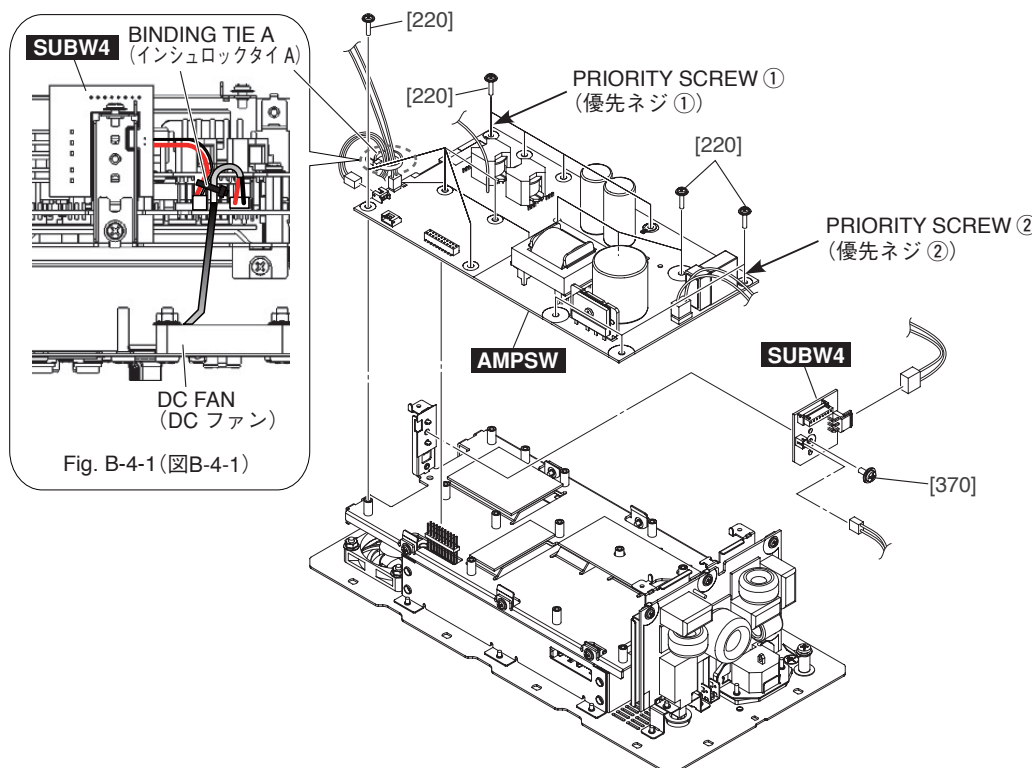

Fig. B-4 (図B-4)
- B-4-4 Remove the fourteen (14) screws marked [220]. The AMPSW circuit board can then be removed. (Fig. B-4)
- \* **Be sure to remove binding tie A. Install as before binding tie A was removed. (Fig. B-4, Fig. B-4-1)**
- \* **When installing the AMPSW circuit board, first tighten the two (2) priority screws in order as shown in Fig. B-4.**
- B-4-4 [220] のネジ 14 本を外して、AMPSW シートを外します。(図 B-4)
- ※ インシュロックタイ A を必ず外してください。取り付けるときは、インシュロックタイ A を取り外す前と同じように取り付けてください。(図 B-4、図 B-4-1)
- ※ AMPSW シートを取り付けるときは、優先ネジ 2 本を図に示す順番で先に締めてください。(図 B-4)
B-5-4 Remove the screw marked [370]. The SUBW4 circuit board can then be removed. (Fig. B-4)
B-5-4 [370] のネジ 1 本を外して、SUBW4 シートを外します。(図 B-4)
\* ***Be sure to remove binding tie A. Install as before binding tie A was removed. (Fig. B-4, Fig. B-4-1)***
※ インシュロックタイ A を必ず外してください。取り付けるときは、インシュロックタイ A を取り外す前と同じように取り付けてください。(図 B-4、図 B-4-1)